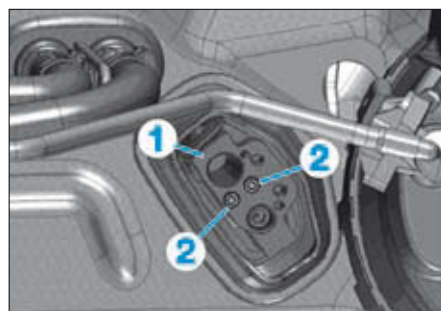

FIG. 11
- Dévisser les vis (1) du détendeur (2) (Fig.11).